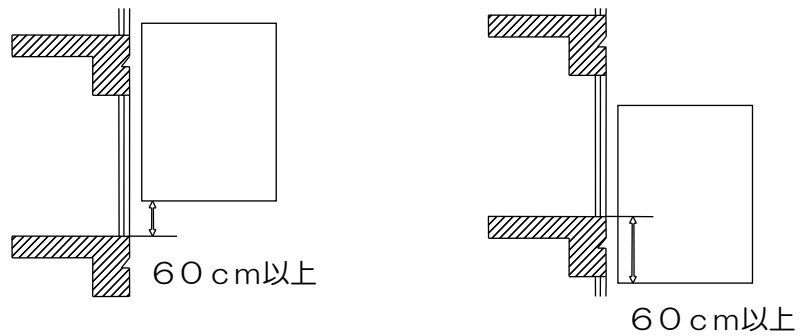

図 8-6：かご床と乗場床が上下60 cm以上の場合
- ※ かご床と乗場床が上下60cm以上の場合は作業手順4へ進む (図 8-6 参照)